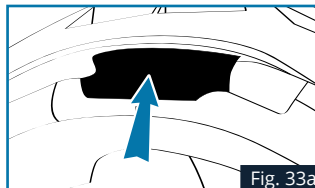

Fig. 33a
4. Insérer la batterie (avec mousse) dans l'espace prévue à l'arrière du casque, conformément au Fig.33a/b/c, la mousse de calage doit se trouver entre la batterie et la calotte.